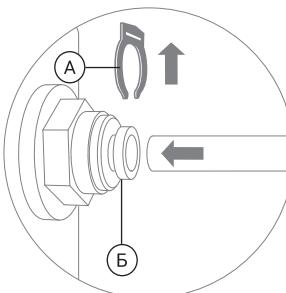

Рис. 3
1. Отсоедините стопорную клипсу (A), затем вставьте трубку до упора в фитинг, продев ее через цанговое кольцо (Б). Для герметизации соединения приложите дополнительное усилие, при этом трубка утопится еще примерно на 3 мм и будет плотно обжата резиновым кольцом (рис. 3).
2. Установите стопорную клипсу (A) на место. Потяните трубку обратно для проверки надежности соединения.